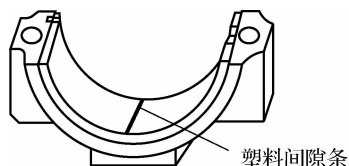
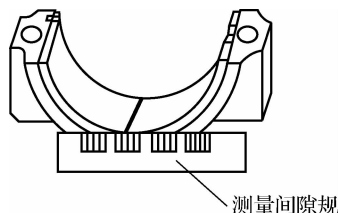

图 3-7 在轴承盖上放置塑料间隙条
图 3-8 测量曲轴轴承间隙
①拆下油底壳并清洗干净。
②检查放油螺塞,放油螺塞、垫片应完好无损。
①拆下某一道曲轴轴承盖,将轴承与轴颈擦拭干净。
②根据轴颈长度剪下一段塑料间隙条,按与曲轴轴线平行的方向放置在轴承盖上,如图 3-7 所示。
③将轴承盖按原有规定记号装复,并按规定力矩拧紧螺栓。
④拆下曲轴轴承盖,对照塑料间隙条宽度(见图 3-7),调整测量间隙,测量间隙规宽度对应的间隙值即为曲轴轴承间隙,如图 3-8 所示。